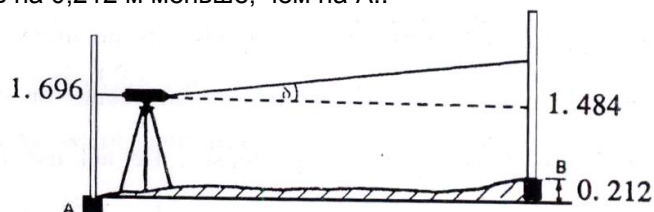

Fig.10
6.2.2. Переместите нивелир к А на расстояние примерно 1 м. (Рис. 10 / Fig. 10). Известно, что В выше чем А на 0,212 м. Таким образом, показания на В должно быть на 0,212 м меньше, чем на А..